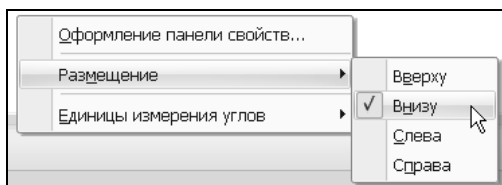

Рис. 1.14. Настройка размещения панели свойств
- ◆ Панель свойств находится под окном документа. Пока не вызвана ни одна команда, она остается пустой. При вызове какой-либо команды здесь появляются элементы управления: координаты характерных точек, длины отрезков, углы проведения линий, радиусы окружностей и т. д. По умолчанию панель свойств находится в нижней части окна документа, однако в ряде случаев бывает удобно, когда панель свойств прикрепляется к другой границе окна. Для этого служат команды **Размещение | Вверху (Внизу, Слева, Справа)** из контекстного меню (рис. 1.14). Чтобы вызвать контекстное меню, надо установить курсор на панели свойств и щелкнуть правой кнопкой мыши.